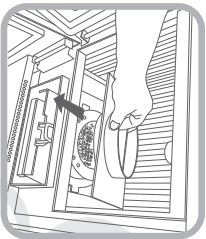

figura 7
CAMARA DE COMBUSTIÓN. (Ver Figura 7, 8, 9 y 10)
- Sacar la GUIA PELLETS. (Ver figura 7)